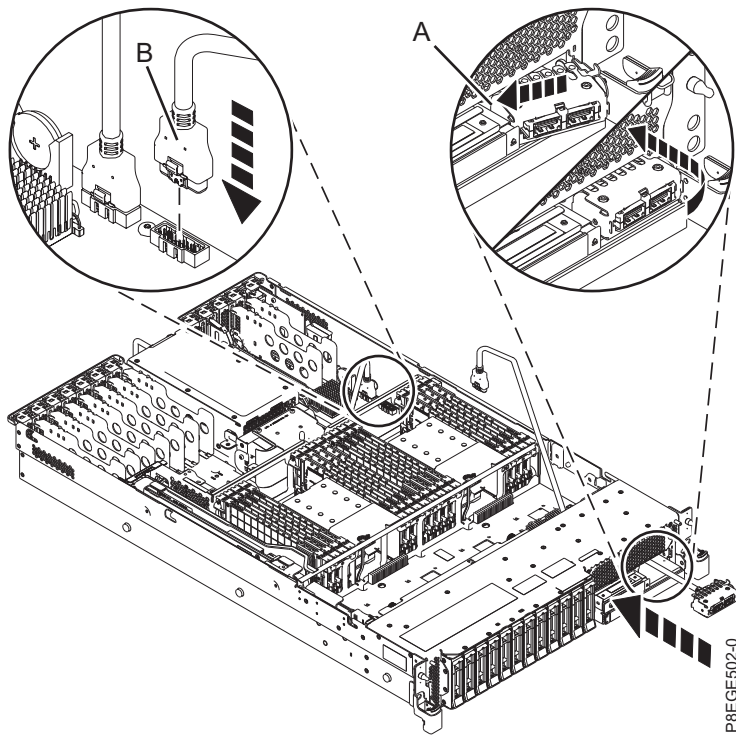

Figura 4. Instalación del cable USB frontal
2. Inserte el extremo del conector del cable USB en la apertura de la parte frontal del sistema, como se muestra en la Figura 4 en la página 7. Pase el cable por la derecha del chasis del sistema.
3. Encaje el alojamiento del cable USB en la apertura en la parte frontal del sistema insertando la pestaña (A) del lado izquierdo del alojamiento en la ranura. Gire el alojamiento en la apertura hasta que el alojamiento encaje en su posición en el lado derecho. Consulte la Figura 4 en la página 7.
4. Conecte el cable USB (B) en el conector de la placa posterior del sistema como se muestra en la Figura 4 en la página 7.